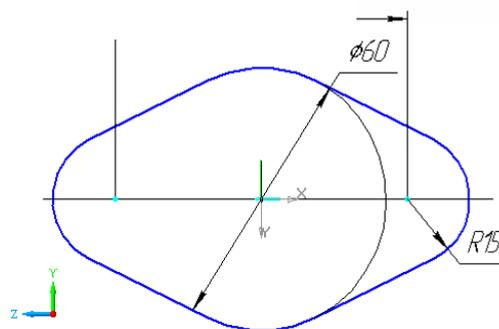

Рис. 3.68. Деталь «Подшипник»
1.5.1. Выбрать плоскость ZY и построить эскиз (рис. 3.68).